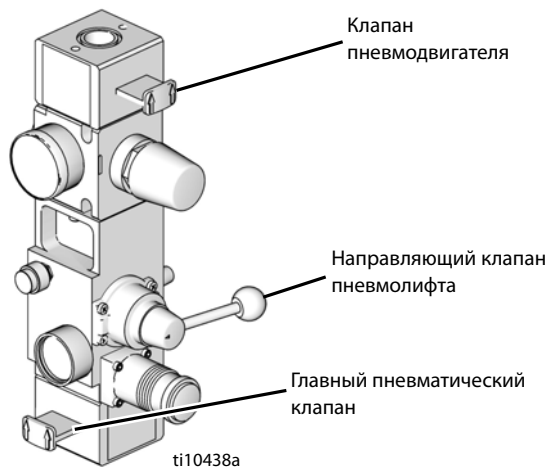

Рис. 6: Модуль управления подачей воздуха
2. **Для пневмоклапанов D200s, D200, D60 и S20:** См. раздел Рис. 6.